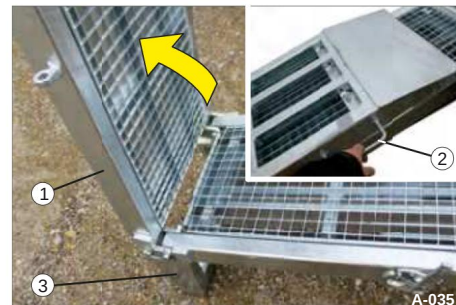

Fig. 37 Åbn den øverste del
• Grib fat i håndtaget (fig. 37/2).
• Fold den øverste del op (fig. 37/1).